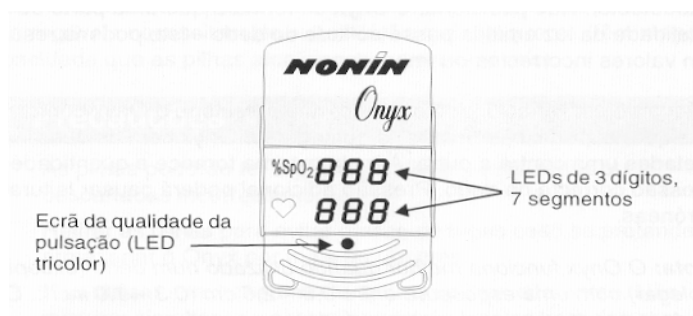

Figura 5. Os LEDs do Onyx 9500.
1. Quando um dedo é inserido pela primeira vez, o Onyx 9500 realiza uma breve sequência de arranque (inicialização). Por favor verificar se todos os LEDs (Figura 5) se iluminam durante a primeira fase da sequência de arranque. Se algum dos LEDs não se acender, não utilizar o Onyx 9500. Contatar o Serviço de Assistência a Clientes da NONIN para reparação ou substituição.